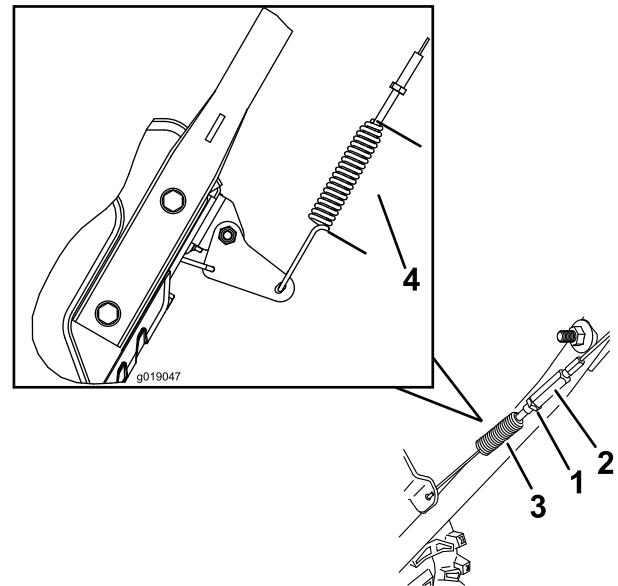

Figure 40
3. Desserrez ou serrez le tendeur pour régler la longueur du ressort à 7 cm (2,75 po) (Figure 40).
4. Serrez le contre-écrou (Figure 40) en vérifiant que le câble est légèrement tendu.